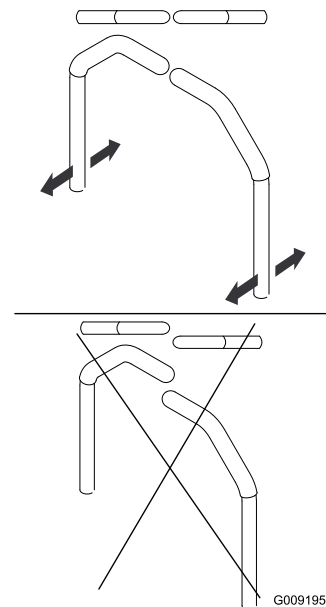

Figura 66
4. Allineate le leve latitudinalmente portandole assieme in folle e fatele scorrere finché non sono allineate, quindi serrate i bulloni (Figura 66).